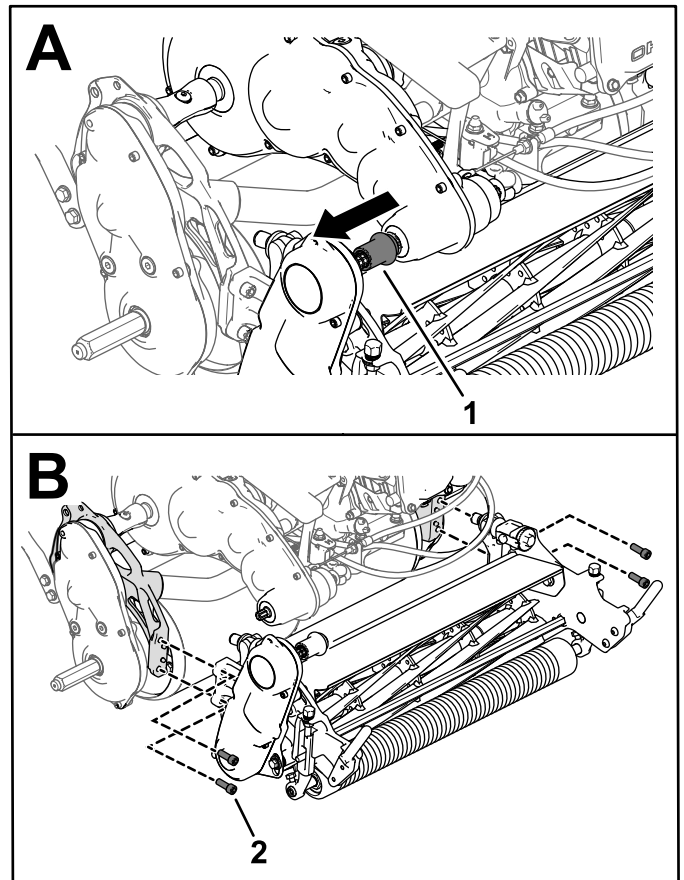

Bild 50
- Lösen Sie die Mähwerk-Antriebskupplung von der Getriebeantriebswelle (Bild 50).
- Entfernen Sie die Innensechskantschrauben, mit denen das Mähwerk am Rahmen befestigt ist (Bild 50).